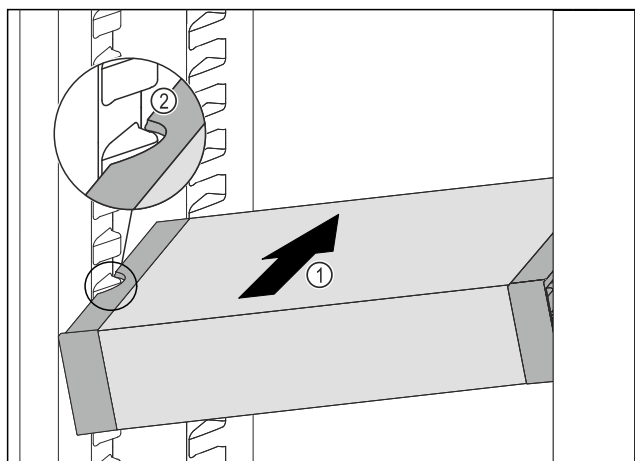

Fig. 78
- VarioSafe wsunąć ukośnie do chłodziarki Fig. 78 (1), aż boczne wycięcia Fig. 78 (2) VarioSafe będą się znajdować na wysokości żeber pojemnika w chłodziarce.